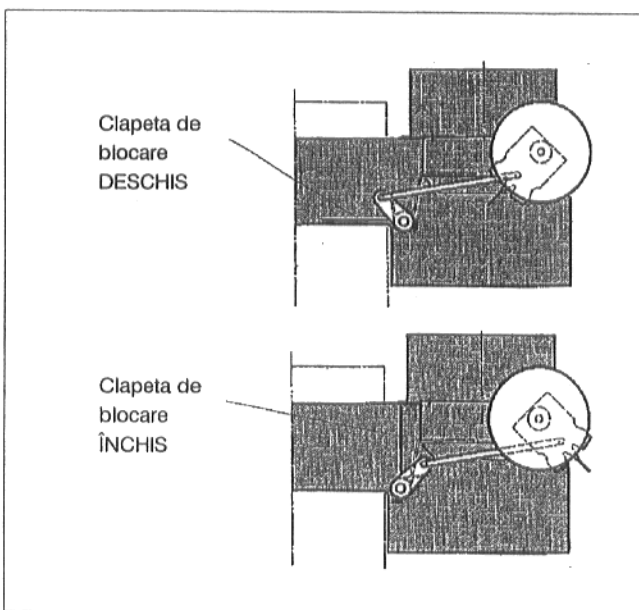

Fig. 8a
- Atunci când este necesară încălzirea, clapeta de blocare trebuie să treacă pe poziția "DESCHIS". Controlați aceasta prin acționarea butonului (Fig. 8a). Arzătorul va începe să funcționeze abia după ce s-a atins poziția finală "DESCHIS".